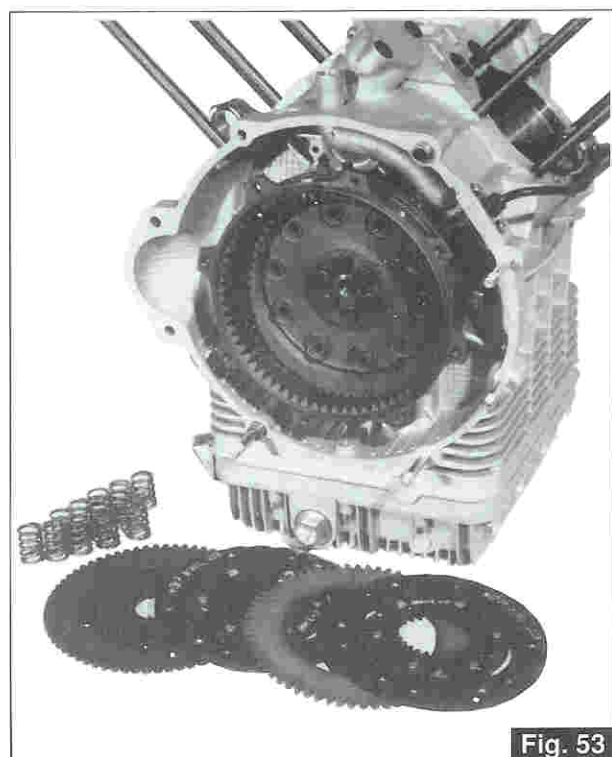

Fig. 53
- Dall'interno del volano motore estrarre i dischi frizione e le relative molle (Fig. 53 e 53A).
- Take out the clutch plates and the springs from inside the engine flywheel (Fig. 53 and 53A).